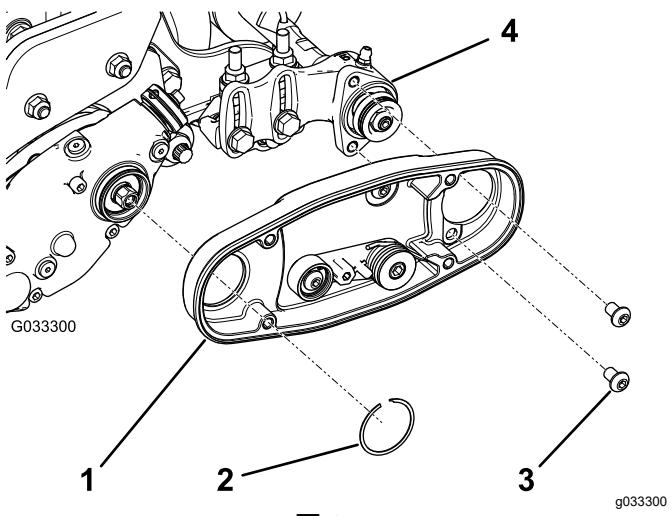

图 8
2. 安装左侧或右侧滚筒刷架 **图 8**。
**注意** 确保怠轮皮带轮组件按 **图 8** 中所示安装在底部。
3. 为 2 个螺栓  $5/16 \times 1/2$  英寸涂抹 242 乐泰胶蓝色并用这两个螺栓将滚筒刷架安装到滚筒刷轴承座上图 8。
4. 用卡环将滚筒刷架固定至疏草刀驱动器外壳上图 8。